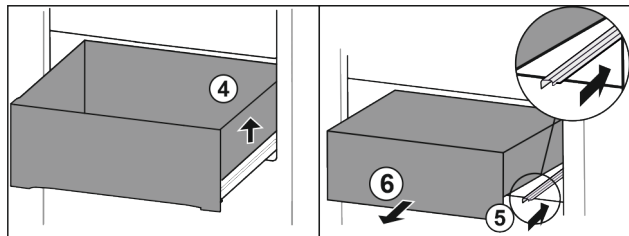

Fig. 75
- ▶ Schubfach rechts anheben. Fig. 75 (4)
- ▶ Rechte Schiene einschieben. Fig. 75 (5)
- ▶ Schubfach nach vorne entnehmen. Fig. 75 (6)